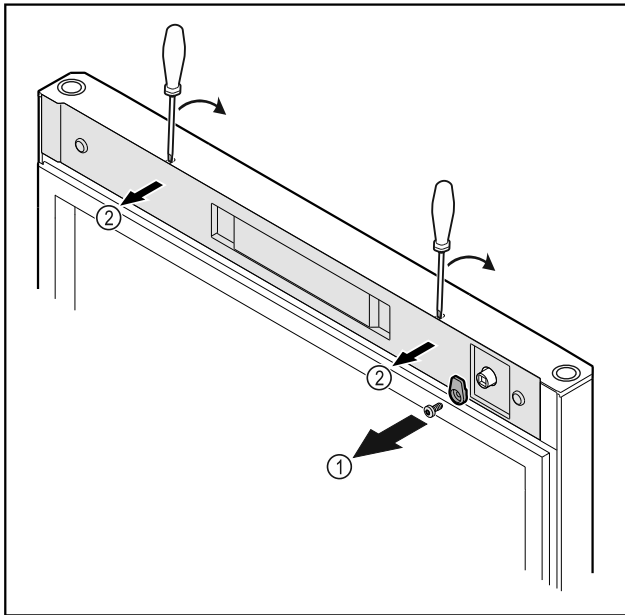

Fig. 18
- ▶ Lironi vidat e grepit të mbylljes Fig. 18 (1).
- ▶ Nxirrni nga foleja kapakun mbulues Fig. 18 (2) me një kaçavidë të vogël dhe hiqeni.